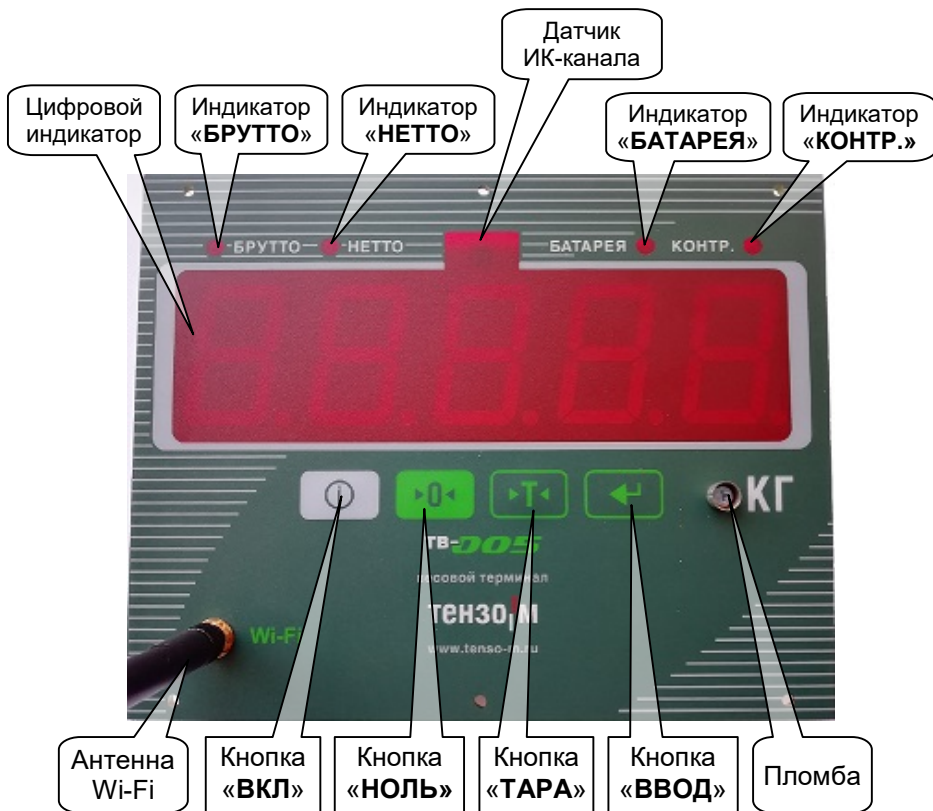

Рис. 2.1. Внешний вид Преобразователя спереди.
На Рис. 2.1 изображён внешний вид Преобразователя спереди.
5.4. Преобразователь и весы, в которых Преобразователь установлен, включаются нажатием и удержанием кнопки включения напряжения питания, расположенной на лицевой панели Преобразователя (см. Рис. 2.1, стр. 5).